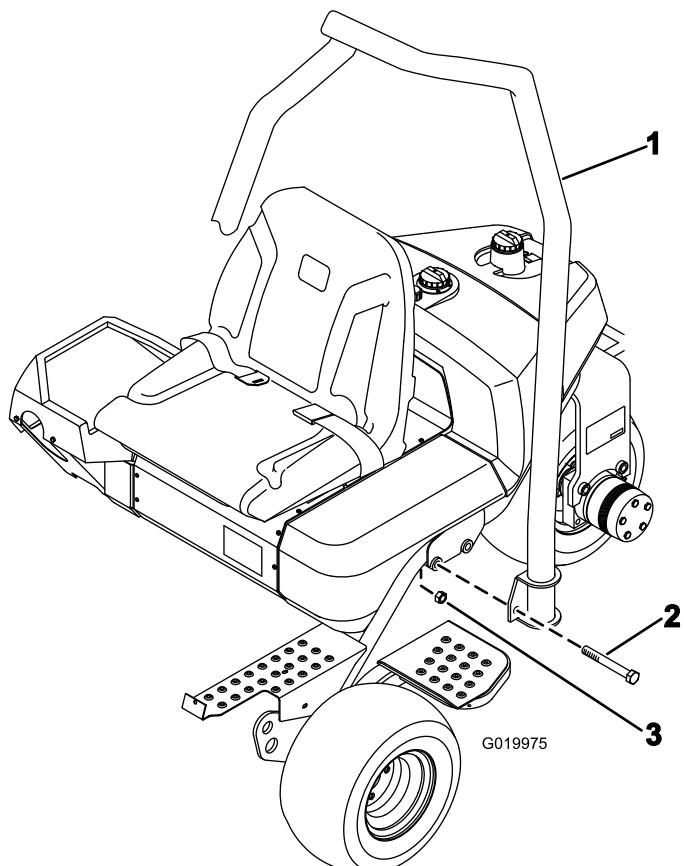

Figura 7
1. Disponete il ROPS in modo che l'estremità del tubo sia curvato verso la parte anteriore della macchina (Figura 7).
2. Abbassate il ROPS sul telaio, allineandolo con i fori di montaggio (Figura 7).
- Fissate ogni lato del ROPS al telaio con 2 bulloni (5/8 x 4-1/2 poll.) e dadi di bloccaggio come mostrato in Figura 7. Serrate a 183–223 Nm.